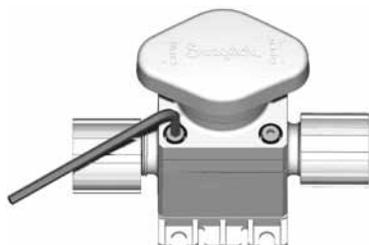
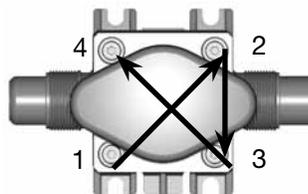

图4
图5 十字交叉顺序
3. 按照图4及图5所示，用六角扳手以十字交叉顺序松开凹头帽螺丝。
6. 按照表中所列扭矩值分三次用扭矩扳手拧紧凹头帽螺丝。每一次都要按照图2和图5中所示的十字交叉顺序拧紧。